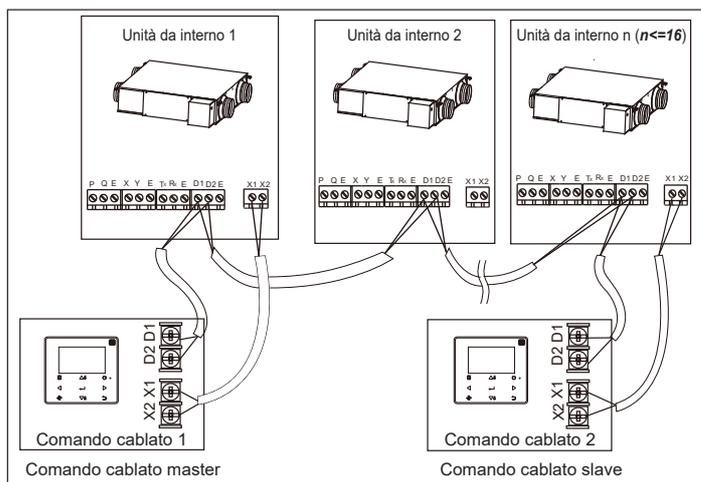

Fig. 4-5
- Utilizzare 1 comando cablato o 2 comandi cablati (uno master e uno slave) per controllare diverse unità da interno. Il numero massimo di collegamenti è 16 (vedere Fig.4-5).